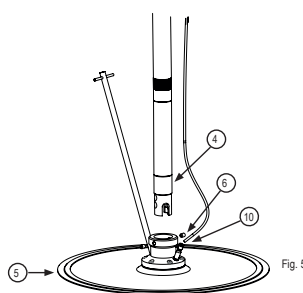
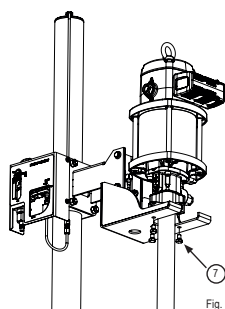

Fig. 5
Fig. 7
2. If the pump includes the follower plate (fig. 5). Fix the pump (4) to follower plate (5) with grub screw (6).
4. For other models, fix the pump on the mounting plate with three hex bolts (7) (fig. 7). Screw the connector (8) into airmotor inlet and connect the 12 mm tube (9). For model with follower plate, connect the 6 mm tube to non-return valve (10) (fig. 5).
7. Om enheten levereras med följelock liknande (fig 5), montera pumpen (4) i följelockets styrning och lås fast med stoppskruven (6).
9. För övriga modeller, fäst pumpen i konsollen med tre insexskruvar (7) (fig 7). Montera luftkopplingen (8) i pumpens luftanslutning och koppla på luftslangen, 12mm (9). För modeller med följelock, anslut luftslangen som är 6mm till backventilen (10) (fig 5.)